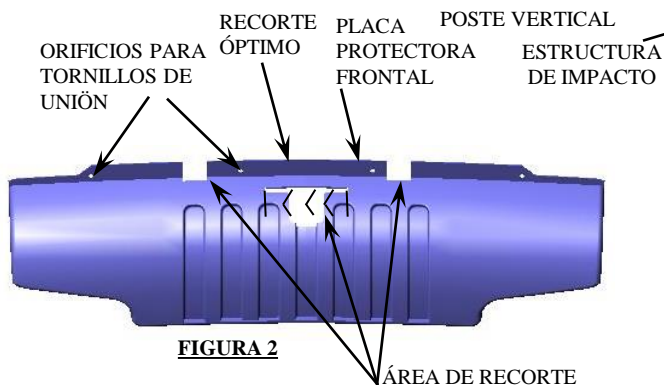

FIGURA 2
①	Cant. (2)	PERNO HEXAGONAL, 1/2" -13 x 1-1/2" Gr. 5	⑥	Cant. (2)	ARANDELA DE BLOQUEO, 1/2"
②	Cant. (6)	ARANDELA CÓNICA, 1/2"	⑦	Cant. (4)	TUERCA DE MANIJA, 1/2"-13
③	Cant. (2)	BLOQUE - 1/4 X 1-1/2 x 3	⑧	Cant. (2)	AMARRES DE CABLES (NO SE EXHIBEN)
④	Cant. (2)	TUERCAS HEXAGONALES, 1/2"-13	⑨	Cant. (2)	BLOQUE - 1/4 X 1-1/2 x 2
⑤	Cant. (4)	PERNO HEXAGONAL, 1/2" -13 x 1-1/4" Gr. 5
- RETIRE (6) TORNILLOS DE UNIÓN DE LA PLACA PROTECTORA (4 UBICADOS COMO SE INDICA EN LA FIGURA 2 Y (2) UBICADOS EN EL LADO POSTERIOR DE LA ESTRUCTURA DE IMPACTO) CON UN BUEN DESTORNILLADOR DE ESTRELLA NUMERO 2.
- PREGUNTE AL CLIENTE ANTES DE RECORTAR LA PLACA PROTECTORA. RECORTE LA PLACA PROTECTORA COMO SE MUESTRA EN LA FIGURA 2. USE EL ENGANCHE COMO PATRÓN.